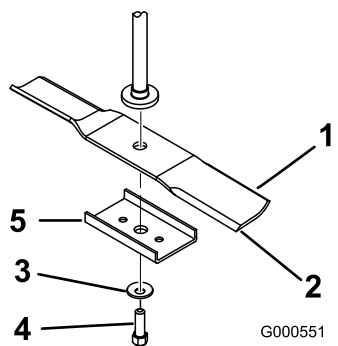

Figura 46
Sujete el extremo de la cuchilla usando un trapo o un guante grueso. Retire el perno de la cuchilla, la arandela curva, el refuerzo de la cuchilla (modelos de 42 pulgadas solamente) y la cuchilla del eje de la cuchilla (Figura 46).
- Instale la cuchilla en el eje (Figura 46).
- Instale el refuerzo de la cuchilla (modelos de 42 pulgadas solamente), la arandela curva (con la copa hacia la cuchilla) y el perno de la cuchilla (Figura 46).